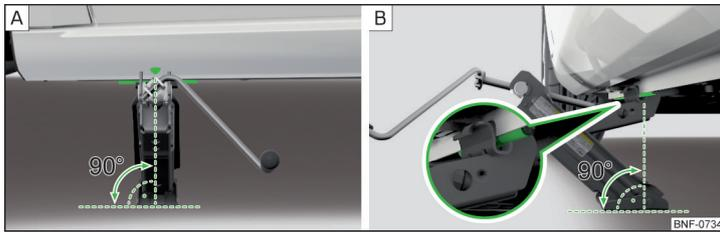

Fig. 153 Application du cric
- Posez l'embase du cric sur toute sa surface sur un sol plan et assurez-vous que le cric s'applique perpendiculairement à l'emplacement du point de prise » fig. 153 - [A].
- Relevez le cric avec la manivelle jusqu'à ce que la griffe du cric entoure le longeron » fig. 153 - [B].